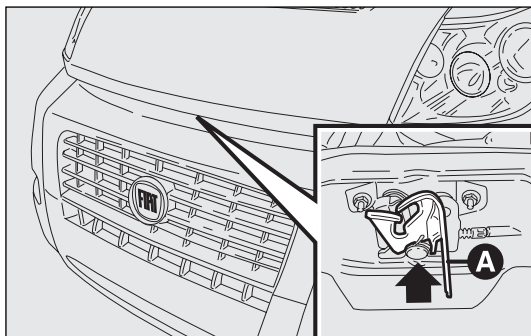

fig. 130
- trek aan het hendeltje A-fig. 130, zoals aangegeven in de afbeelding;